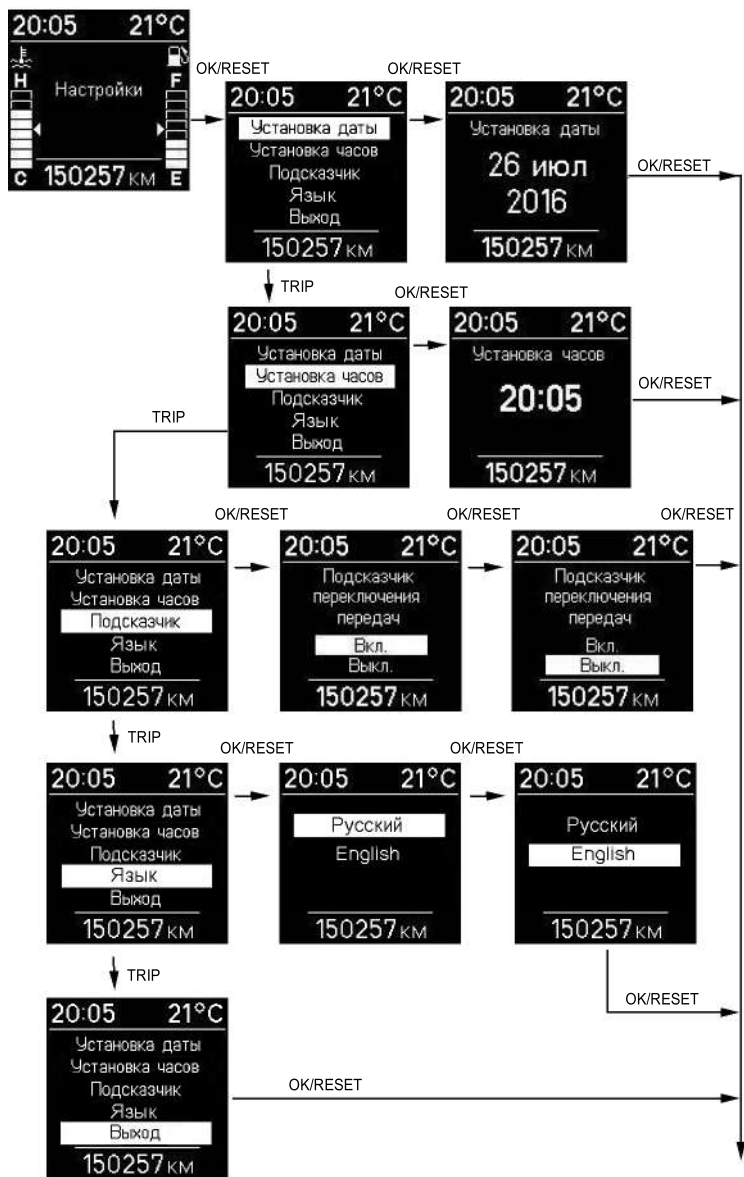

Рис. 3.10. Алгоритм установки параметров маршрутного компьютера
**Вход в режим установки параметра, выбор параметра** (рис.3.10):